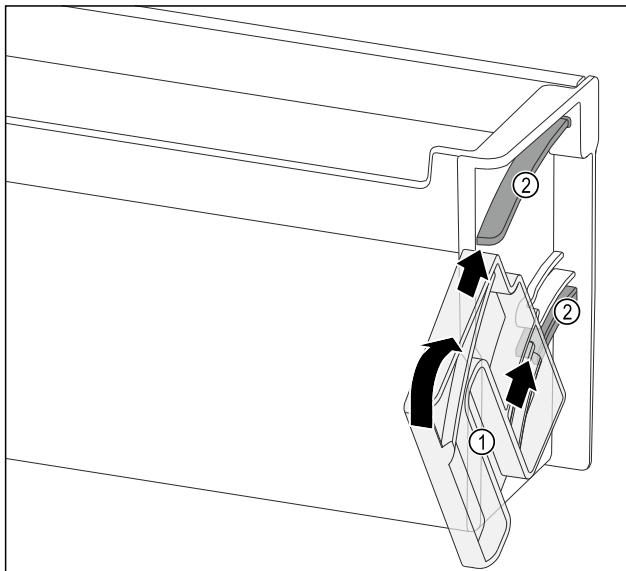

Fig. 100
- Otočnou jednotku *Fig. 100 (1)* umístěte tak, aby vybráni byla přesně proti vodicím kanálům *Fig. 100 (2)* dveřní příhrádky.
- Otočnou jednotku *Fig. 100 (1)* otoče do požadovaného směru.